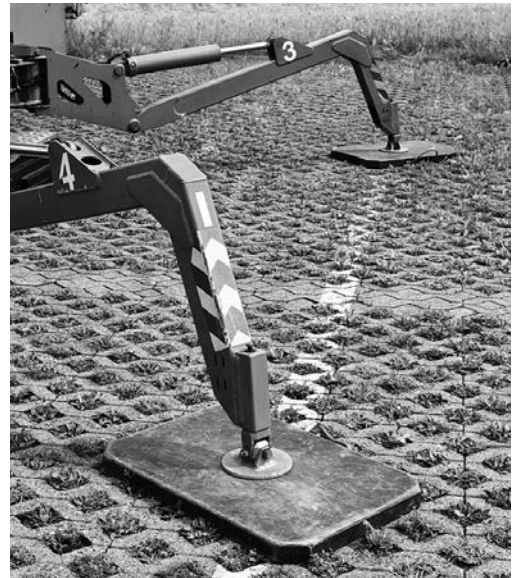

Bild 2: Hubarbeitsbühnen mit Stützen müssen auf unbefestigten Böden auf Unterlegplatten abgestützt werden.
8. Werden beim Einsatz von Hubarbeitsbühnen mit Stützen (Kategorie 1a und 1b) geeignete **Unterlegplatten** verwendet und sind diese mittig ausgerichtet? (Bild 2)  ja  nein